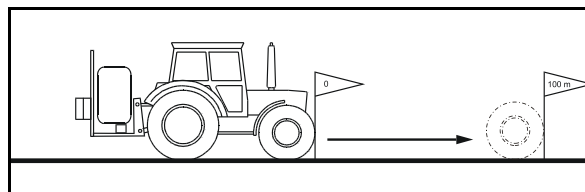

Рис. 31
2. Промаркируйте начальную и конечную точку контрольного участка (Рис. 31).